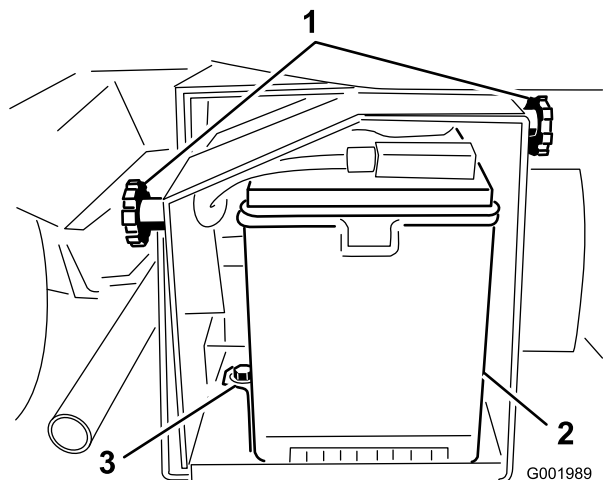

Figura 57
2. Desaperte os manípulos na parte lateral da caixa da bateria e retire a cobertura da bateria (Figura 57).
5. Retire as fixações e os fechos da bateria (Figura 57).
2. Coloque a fixação da bateria, assim como os fechos que retirou anteriormente (Figura 57).
4. Coloque a cobertura da bateria e aperte-a com os 2 manípulos (Figura 57).
1. Desaperte os manípulos na parte lateral da caixa da bateria e retire a cobertura da bateria (Figura 57).